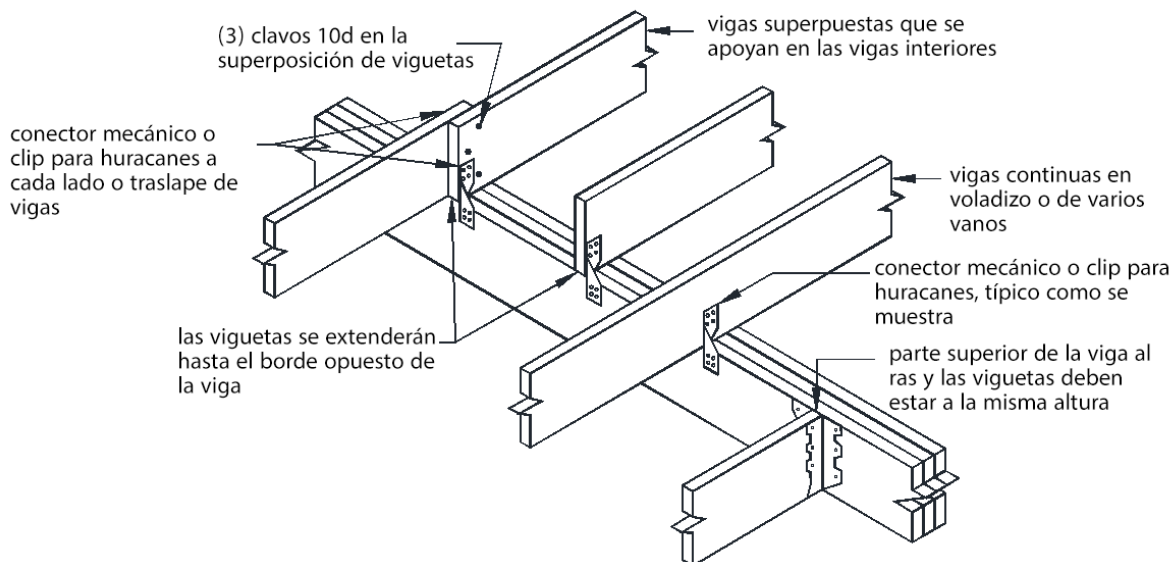

FIGURA 12: CONEXIÓN VIGUETA A VIGA
- Cada viga se unirá a la viga de acuerdo con FIGURA 12.
- Como se muestra en FIGURA 12, se permite que las viguetas de tramos múltiples se extiendan continuamente sobre una viga interior caída con un conector mecánico o se superpongan con un conector mecánico en cada viga.